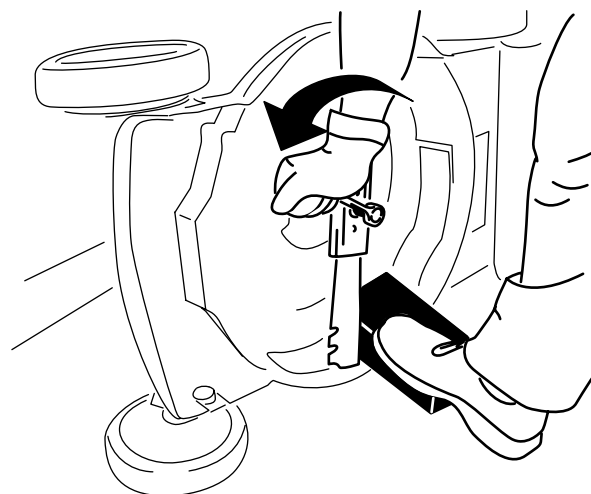

Figura 25
2. Folosii o bucată de lemn pentru a menține lama stabilă (Figura 25).
3. Îndepărtați lama, păstrând toate elementele de montare (Figura 25).